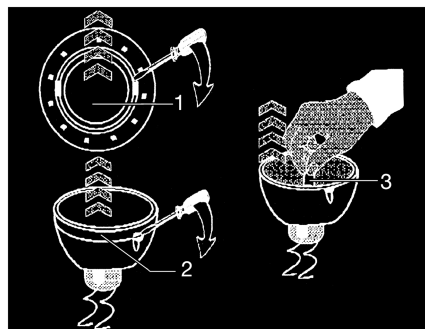

Fig. 178 Cambiar la bombilla halógena
- Soltar el anillo de cubierta interior (Fig. 178,1) de la carcasa con un desatornillador.
- Soltar el anillo de cubierta con la lámina de vidrio (Fig. 178,2) de la parte inferior de la lámpara halógena empotrada utilizando un desatornillador.
- Extraer la bombilla halógena (Fig. 178,3).